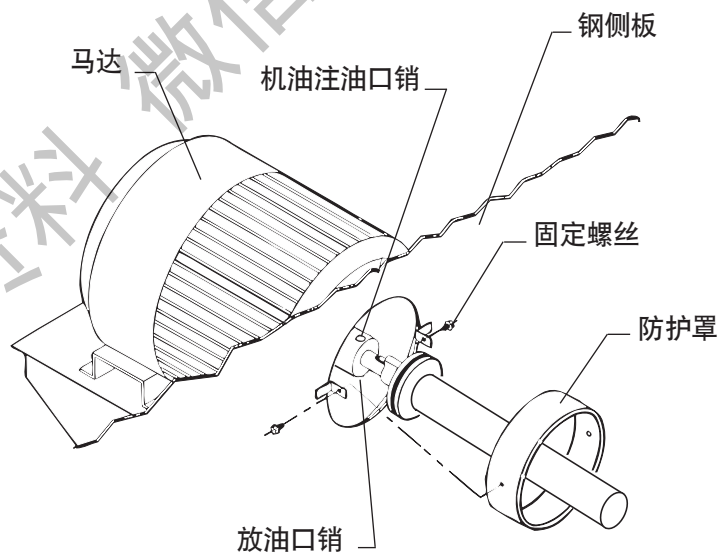

图 4
1. 如图 4 中所示除去保护罩。可在冷却塔外碰到马达另一头的轴承。